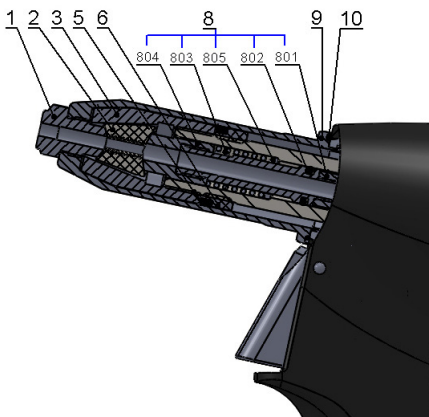
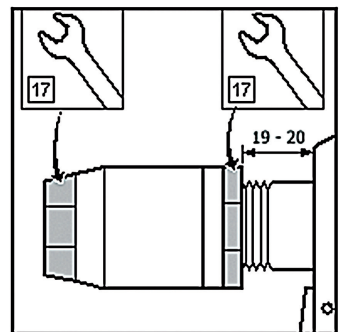

Abb.2
Abb.3
Trennen Sie das Werkzeug von der Druckluftquelle, schrauben Sie das vordere verstellbare Frontdüse /Abb.2 - Pos.9/ mit einem Schraubenschlüssel Nr. 23 ab, setzen Sie den Schlüssel Nr. 17 (15) auf die Spannhülse /Abb. 2 - Pos.3/ und den Schlüssel Nr. 17 auf die HP - Mutter /Abb.2 - Pos.6/ und lösen Sie diese. Schrauben Sie die Spannhülse ab und tauschen Sie die Spannbacksätzen / Abb.2 - Pos.2/ und den Komplettes Saugleitung /Abb. 2 - Pos.8/ aus. Alle verwendeten Gewinde sind Rechtsgewinde. Reinigen Sie die demontierten Teile gründlich und unterziehen Sie diese und insbesondere die folgenden Teile einer Sichtprüfung:
- 1) Spannbacksätzen /Abb.2 - Pos.2/ - Abgenutzte oder beschädigte Teile müssen ausgetauscht werden. Reinigen Sie verschmutzte Teile mit einer Drahtbürste.
- 2) Mundstück /Abb.2 - Pos.1/ - Überprüfen Sie die Funktionsflächen des Reduzierstücks auf Verschleiß.
- 3) Komplette Saugleitung /Abb.2 - Pos.8/ - Abgenutzte oder beschädigte Teile müssen ausgetauscht werden /Abb.2 - Pos.801, Pos.802, Pos.803, Pos.804 und Pos.805/.
- 4) Verstellbare Fronddüse /Abb.2 - Pos.9/ - Überprüfen Sie die Innenfläche auf Beschädigungen ($\varnothing$ 18).
- 5) Abstreifring /Abb.2 - Pos.5/ - Ersetzen des Rings durch einen neuen Abstreifring, sofern dieser beschädigt oder abgenutzt ist.
Montieren Sie die Teile in umgekehrter Reihenfolge (siehe Teile-Demontage). Geben Sie einen Tropfen Schmieröl (wir empfehlen das Hydrauliköl HYPIN AWHM 32 CASTROL) auf die Außenfläche der Spannbacksätzen /Abb.2 - Pos.2/. Geben Sie eine dünne Schicht Plastik - Schmierstoff MOGUL LV 2-3 auf die Saugleitung und den O-Ring /Abb.2 - Pos. 801 und Pos.802/. Die Grundeinstellung der Spannbacken erfolgt wie in Abb. 3 dargestellt.